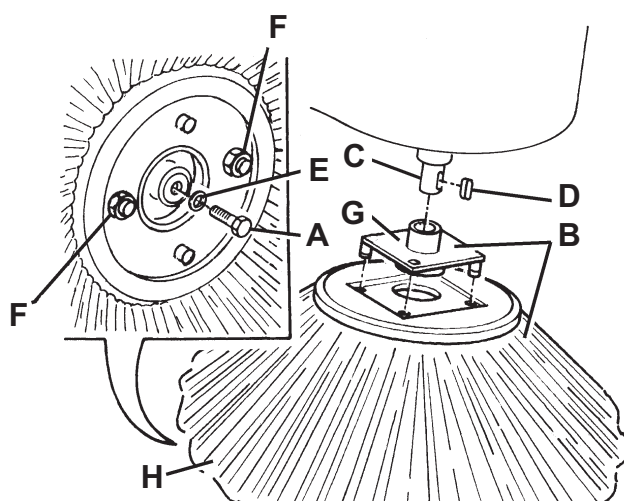

Figure 8
2. Porter la clé de contact (72) sur "0".
3. A l'intérieur du balai latéral, enlever la vis (A, Fig. 8), puis enlever le balai latéral avec le moyeu (B) en le dégageant de l'arbre (C). Récupérer la clé (D) et la rondelle (E).
4. Sur banc, enlever les deux vis avec écrous (F) et séparer le balai (H) du moyeu (G).
5. Installer le nouveau balai (H) sur le moyeu (G) et serrer les vis avec écrous (F).
6. Installer le nouveau balai et le moyeu (B) dans la machine après avoir placé la clé (D). Installer à nouveau la rondelle (E) et serrer la vis (A).